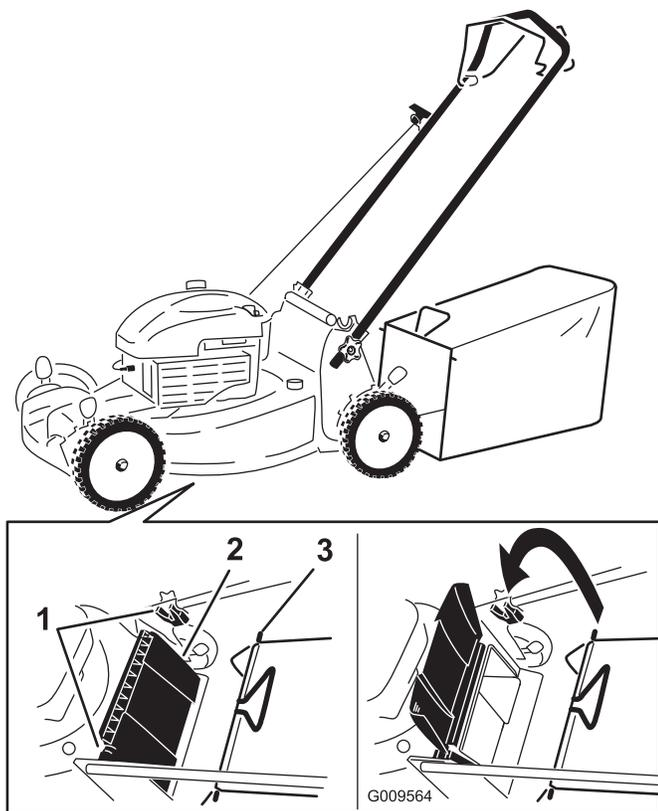

Figure 17
1. Soulevez le déflecteur arrière et gardez-le dans cette position (Figure 17).
2. Montez le bac à herbe en veillant à placer les ergots dans les crans du guidon (Figure 17).